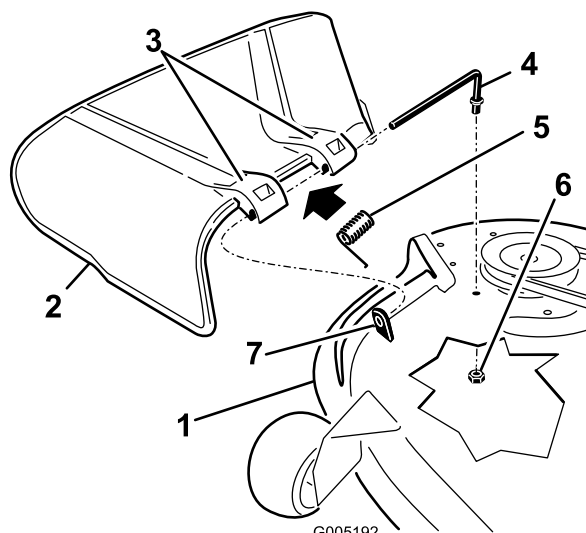

Figure 67
- Retirez l'écrou ($\frac{3}{8}$ ") de la tige, sous le plateau de coupe (Figure 67).
- Sortez la tige de la courte cheville de positionnement, du ressort et du déflecteur d'herbe (Figure 67).
- Remettez en place le déflecteur d'herbe (Figure 67).
- Insérez la tige dans le deuxième support du déflecteur d'herbe (Figure 67).
- Fixez l'extrémité arrière de la tige dans le plateau de coupe à l'aide d'un écrou ($\frac{3}{8}$ "), comme montré à la Figure 67.